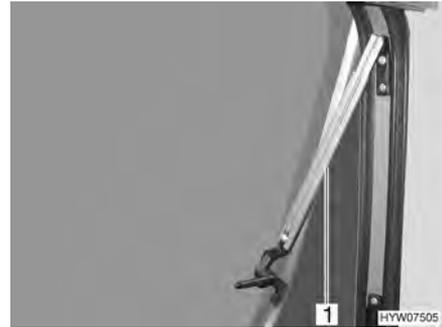

Fig. 58 Fenêtre projetante avec bras automatiques
- Ouvrir la fenêtre projetante jusqu'au cran d'arrêt souhaité ; le bras automatique (Fig. 58,1) s'enclenche automatiquement.